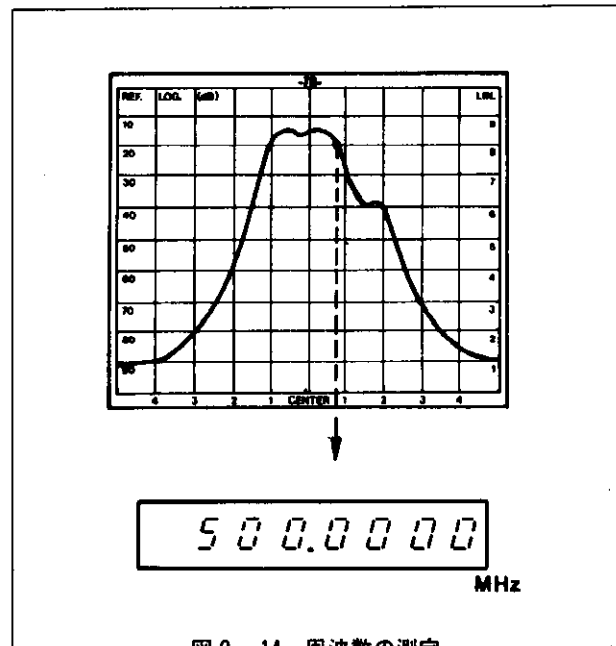

図2-14 周波数の測定
- CRTディスプレイに周波数特性とともにマーカとして輝点が現われます〔図2-14〕。